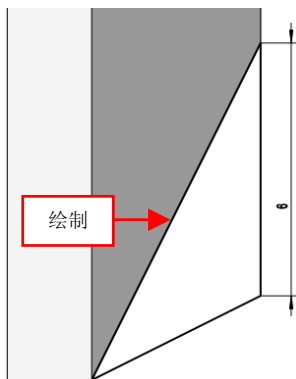

图 16-56 绘制草图对象
(14) 单击【拉伸凸台/基体】按钮, 选取右视基准面为草图绘制面, 进入草图绘制环境, 单击相应按钮, 绘制草图对象, 如图 16-56 所示。